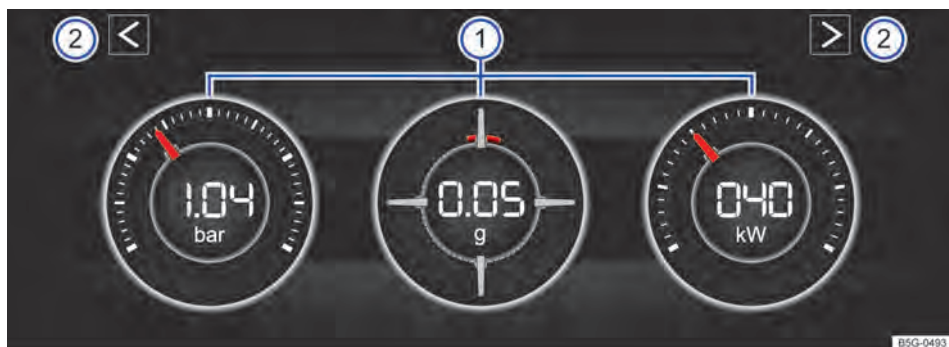

Fig. 21 No display do rádio: monitor de potência.
Legenda para → Fig. 21:
Se você deseja alternar entre o monitor de potência e o cronômetro → Página 35, toque em um dos botões de seta à esquerda e à direita acima dos instrumentos → Fig. 21 ②.
O display pode exibir, no máximo, três instrumentos simultaneamente. Cada um dos instrumentos pode ser selecionado para cada uma das áreas de exibição → Fig. 21 ① (esquerda, central, direita).
- **Indicação de pressão de carga:** a indicação da pressão de carga → Fig. 21 ① (à esquerda) exibe a pressão no circuito do ar de sobrealimentação entre o turbocompressor e o motor (em “bar”). Quanto mais o ponteiro fica à direita na escala, maior será a potência que o motor despende.
- **Acelerômetro (G-Meter):** o acelerômetro (G-Meter) ① (centro) indica na área central o valor da aceleração (em “g”). A marcação vermelha na área disposta no display indica a intensidade da aceleração e a direção de força que atua (conforme os princípios físicos contrários). Se você, por exemplo, conduzir para a esquerda, a marcação vermelha do instrumento se moverá na área direita do instrumento (e vice-versa). Ao acelerar, a marcação vermelha se moverá para cima. A intensidade da aceleração é indicada pela posição da marcação vermelha de dentro para fora. Se a aceleração aumenta, a marcação vermelha é excluída da área central.
- **Indicação de potência:** a indicação de potência ① (à direita) exibe a potência do motor atualmente demandada na forma de valor digital e analogamente na escala (em kW).